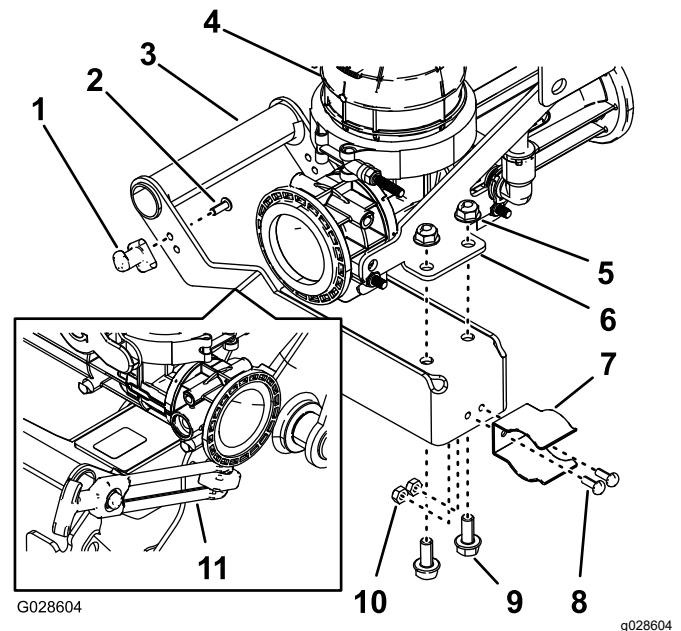

图 11
2. 使用 2 个螺栓#10-24 x 1/2 英寸和 2 个锁紧螺母 (#10-24) 将弹簧夹组装到闩锁手柄 图 11 上。
3. 使用 2 个凸缘头螺栓5/16 x 3/4 英寸和 4 个凸缘锁紧螺母5/16 英寸将手柄组装到清洁加药器的支架面板上 图 11。
1. 使用 2 个六角头螺丝#10-24 x 1/2 英寸将闩锁杆组装到清洁加药器 图 11 的手柄上。